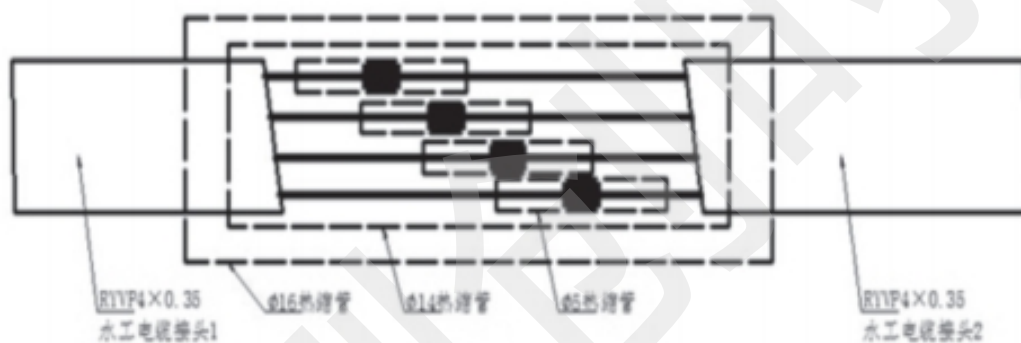

图4-2 轴力计热缩效果示意图
e) 按d)中方法热缩 $\Phi 16$ 热缩管。形成如下图4-2所示热缩效果。